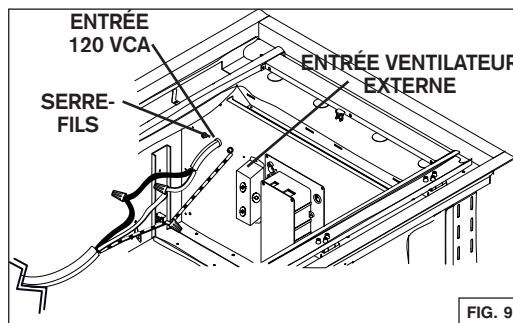

FIG. 9
3. Connecter le câble d'alimentation à l'aide des capuchons de connexion inclus. Connecter le fil NOIR au fil NOIR, le fil BLANC au fil BLANC et le fil VERT ou dénudé au fil VERT. NE PAS OUBLIER DE CONNECTER LA MISE À LA TERRE. Se référer à la FIG. 9.